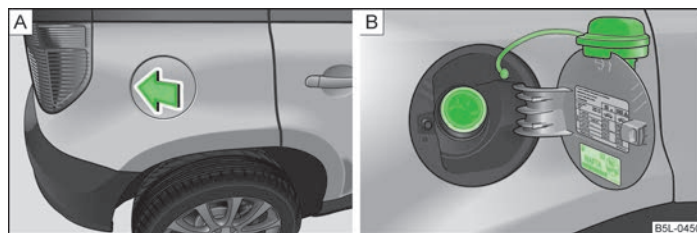

Fig. 138 Parte trasera del vehículo, lado derecho: Abrir la tapa del depósito/ tapa del depósito con el tapón enroscado
En un adhesivo pegado en el lado interior de la tapa del depósito se indican el tipo adecuado de combustible para su vehículo, así como el tamaño de neumático y la presión de inflado del mismo » fig. 138 de la página 175 - [B].
- Presionar en el centro de la zona izquierda de la tapa del depósito » fig. 138 - [A].
- Desenroscar hacia la izquierda el tapón de cierre del depósito y colocarlo desde arriba en la tapa del depósito » fig. 138 - [B].